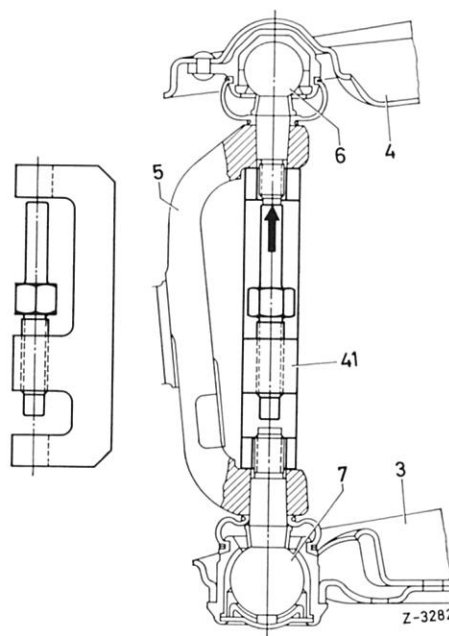

Bild 33-6/2
- 3 Sechskantmutter am Traggelenk (7) und am Führungsgelenk (6) abschrauben.
- 4 Traggelenk und Führungsgelenk mit der Vorrichtung (41) vom Achsschenkel abdrücken (Bild 33-6/2). Achsschenkel abnehmen.